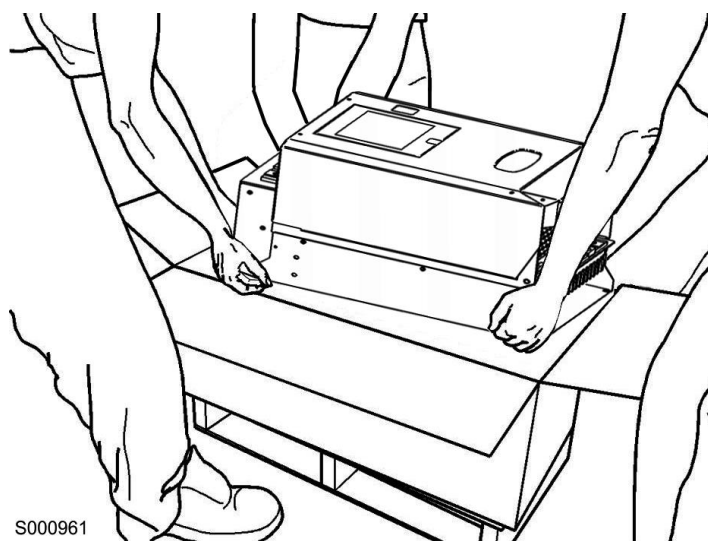

Figura 4: Come estrarre il prodotto dall'imballaggio
3. Estrarre il DCREG dall'imballaggio afferrandolo lateralmente. Per evitare di rovinare l'imballaggio, alzare il DCREG mantenendolo orizzontale rispetto al terreno (Figura 4).